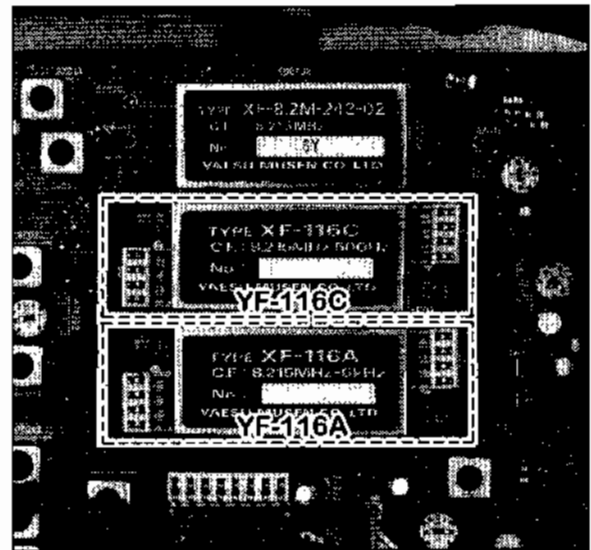

Figura 3
- ③ Tomando la figura 3 como referencia, presione el tablero del filtro alternativo sobre los terminales correspondientes al punto de montaje que ha sido asignado en el radio. Posteriormente, empuje el tablero con suavidad hacia abajo hasta que quede debidamente asentado sobre los conectores respectivos.
- ④ A continuación, vuelva a instalar la tapa inferior en el transceptor.
- ⑤ Finalmente, encienda el transceptor e ingrese al modo del Menú. De acuerdo al diagrama incluido más adelante en el manual, tiene que cambiar a "ON" el valor de la Instrucción U-69 si ha de instalar el filtro de CW YF-116C y si además desea incluir el filtro de AM YF-116A, deberá cambiar también a "ON" el valor correspondiente a la Instrucción U-70 del Menú.
- ⑥ Con esto concluimos la instalación de los filtros en el transceptor.